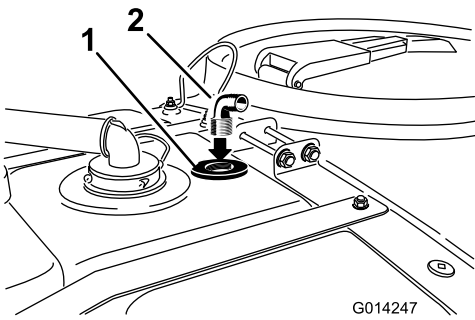

Figura 16
4. Montate il raccordo a 90° nell'apertura filettata del diaframma (Figura 16).